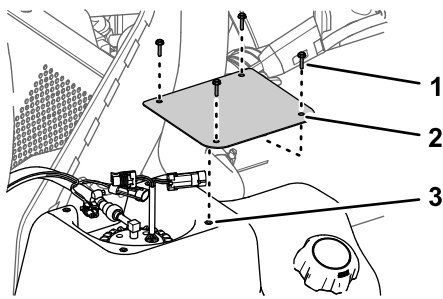

図 79
- 燃料タンク部分で、カバーを燃料タンクに固定しているねじ#10 x 3/4"4本を外して、カバーを取り外す 図 79。